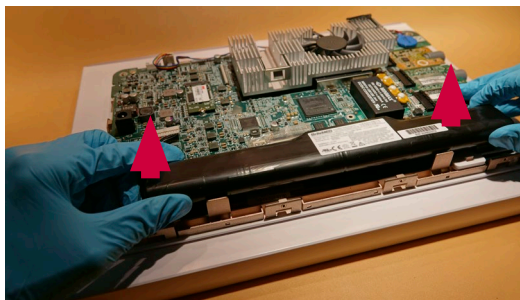

Bild 14 Ta bort batteriet
a) Dra loss batteriet från skärmenhetens huvudkretskort (bild 14)